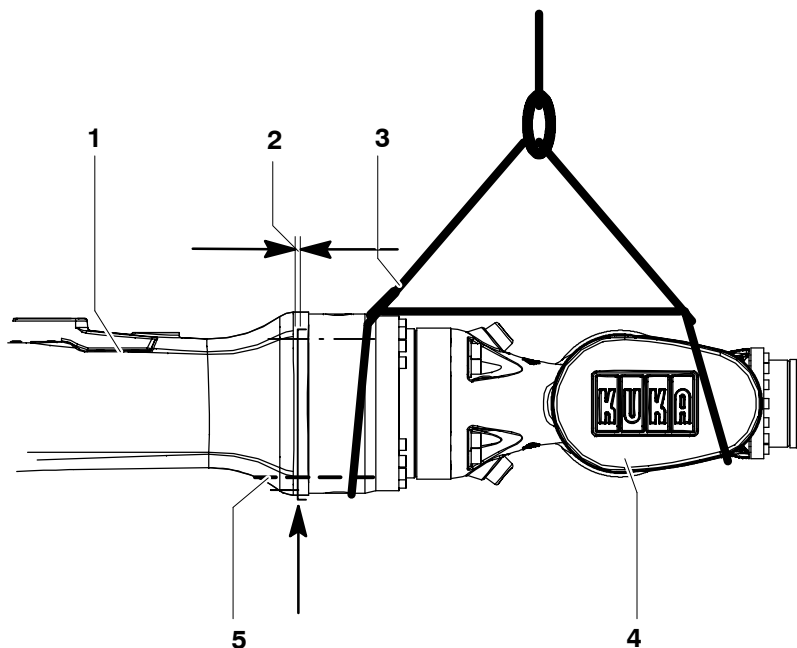

Fig. 103 Démontage et montage du poignet en ligne
- (3) Bloquer le poignet en ligne (Fig. 103/4) avec le dispositif de levage (3) ou, si ce n'est pas possible, avec une cale par le bas.
- (4) Serrer en croix 16 vis à six pans creux M6x90-10.9 (Fig. 103/5) en travaillant avec une clé dynamométrique jusqu'à l'obtention du couple de serrage M_A prescrit en procédant par étapes ($M_A = 12,5 \text{ Nm}$).
- (5) Procéder au réglage du point zéro des axes 4, 5 et 6 (voir manuel logiciel KR C4, chapitre "Mise en service", paragraphe "Calibration/Décalibration" du robot).